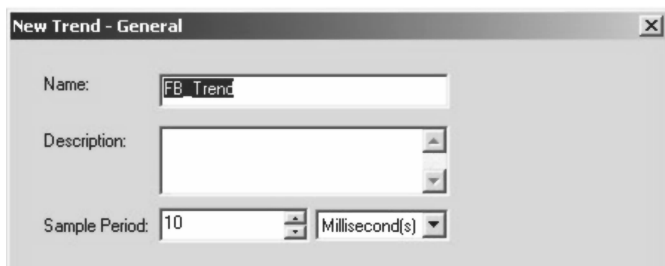

图 16-33 新建趋势
2. “新建趋势”（New Trend）窗口出现后，请按照图 16-33 所示输入趋势名称，然后单击“下一步”（Next）。